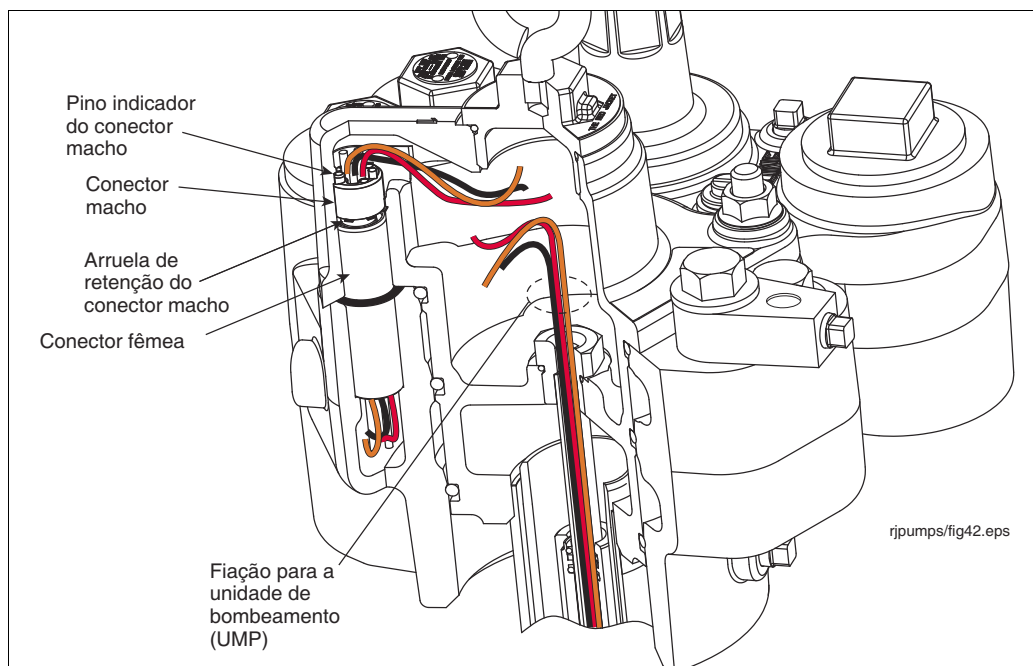

Figura 36. Conexões de fios entre a carcaça e câmara
5. Localize o conector macho dentro da carcaça (ver Figura 36).
22. Retire o anel o-ring do conector fêmea da câmara. Pegue um anel o-ring de 21 mm de DI x 2,6 mm de espessura no kit de conectores e lubrifique-o com petrolato. Insira o anel o-ring no sulco apropriado da câmara em torno do conector fêmea (ver Figura 36 na página 51).